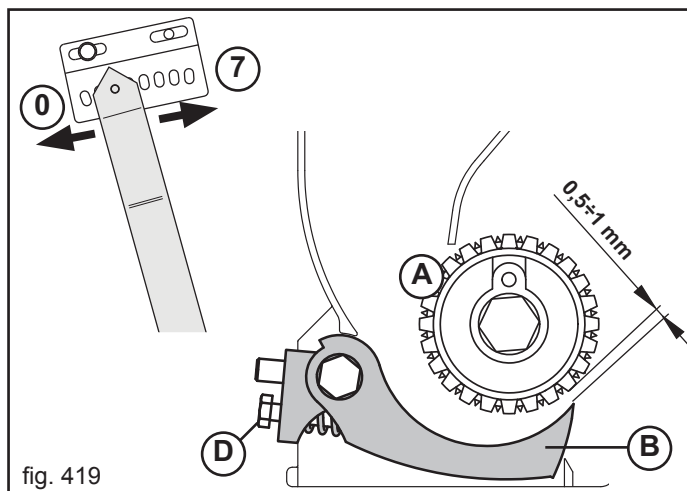

fig. 419
La palanca de regulación de los palpadores (Fig. 419) trabaja en base a una escala graduada de «0» a «7» posiciones. De acuerdo al tipo de semilla utilizado, es necesario colocar la palanca según el número obtenido en la tabla de distribución.
Los palpadores (B, Fig. 419) correctamente colocados aseguran una distribución fácil y constante de fertilizante.
Para lograr una perfecta distribución de fertilizante controlar periódicamente la posición de los palpadores (B): la palanca (Fig. 419) en la **posición «0»**, regular con el dedo (D) la distancia entre el palpadores y el rodillo distribuidor (A) a $0,5 \div 1$ mm (Fig. 419).
- Posición palpadores (Fig. 419).